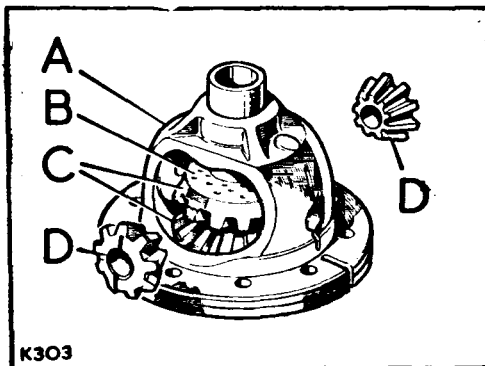

Fig. E1-56.- Conjunto de diferencial.
6.01.- Montar una arandela de fibra en la parte posterior de cada planetario y situarlos en posición sobre la caja del diferencial. (Fig. E1-56).